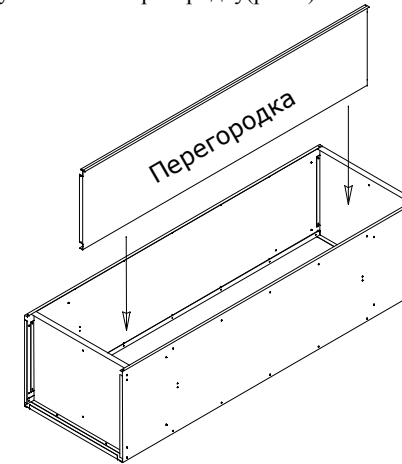

Рис.3
3.3. Для шкафов ШРЭК22/500, ШРК22/600, ШРК 22/800, ШРК24/600, ШРК24/800, ШРК28/600, ШРК28/800 установить перегородку(рис.3)